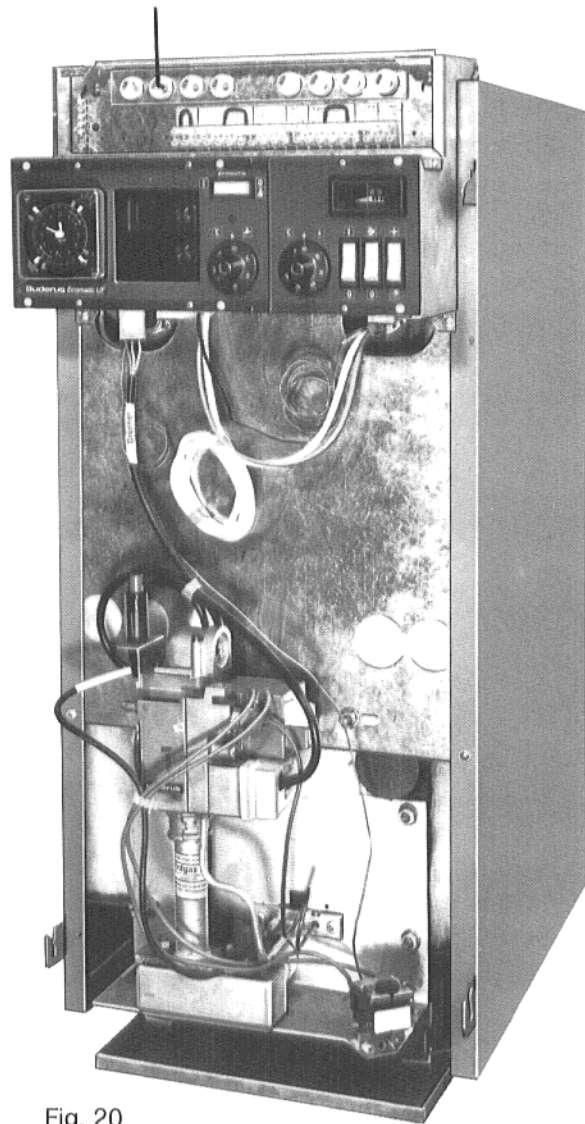

Fig. 20
L'angolare con passacavi è montato in fabbrica nella posizione definitiva. (Fig. 20).
8. Avvitare il quadro comando (Fig. 20 e 21). Le viti sono a corredo.